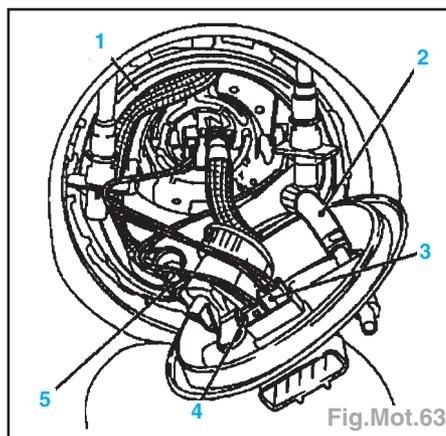

Fig.Mot.63
- Déverrouiller (Fig.Mot.63) :
- la fiche (4) et la retirer du bouchon,
- la fiche de la pompe (3) et la retirer du bouchon.
- Déposer (Fig.Mot.63) :
- la durit de retour (5),
- la durit d'alimentation (2),
- la bague (1).